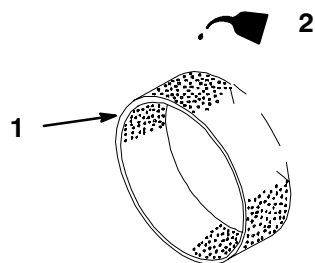

Bild 18
- C. Gießen Sie etwas Öl auf den Einsatz (Bild 18). Drücken Sie den Einsatz, um das Öl zu verteilen.